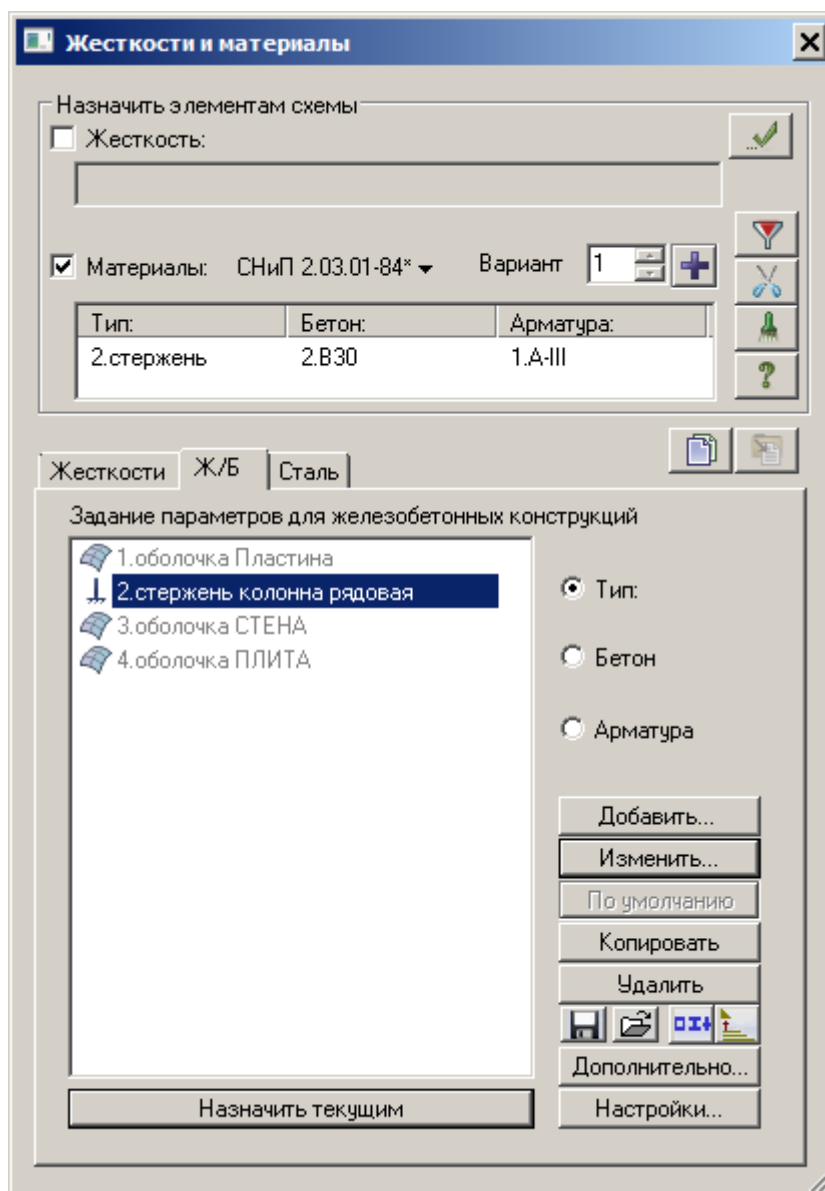

Рис.23.32. Диалоговое окно **Жесткости и материалы**
- Щелчком по кнопке  - **Ж/Б** (панель **Конструирование** на вкладке **Создание и редактирование**) вызовите диалоговое окно **Жесткости и материалы** (рис.23.32).